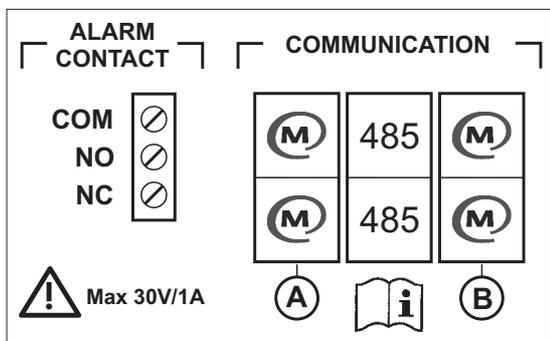
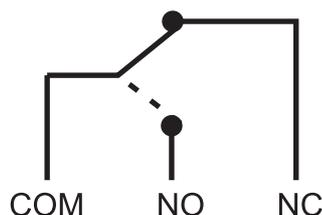

Figura 7: Etichetta di comunicazione
Figura 8: contatti di allarme
- Inserire le spine e installare il cablaggio dell'allarme. Per ulteriori informazioni, consultare l'etichetta di cui alla figura 7.
Vedi la parte sinistra della figura 7 I tre contatti dell'allarme (carico massimo: 30 V/1A) sono comuni (Com), normalmente aperti (NA) e normalmente chiusi (NC) (vedi figura 8).